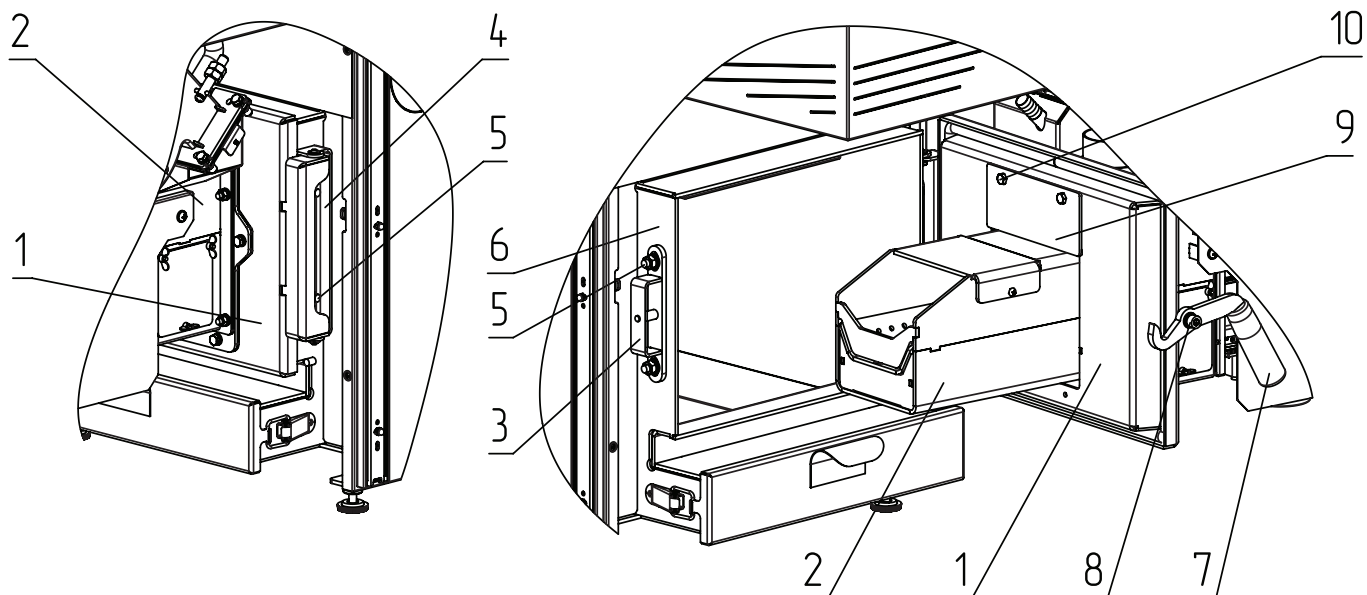

Рис.8 Изменение направления открытия двери котла
1. Открутить петлю двери (**Рис.8, поз.4**), экран горелки (**Рис.8, поз.9**);
2. Извлечь горелку, замок двери (**Рис.8, поз.3**);
3. Снять ручку двери (**Рис.8, поз.7**);
5. Установить на место петли двери (**Рис.8, поз.4**), замок двери (**Рис.8, поз.3**);
6. Установить экран (**Рис.8, поз.9**) с горелкой, который после изменения положения двери будет снизу горелки;
7. Установить ручку двери (**Рис.8, поз.7**) в соответствии с новым положением замка двери.